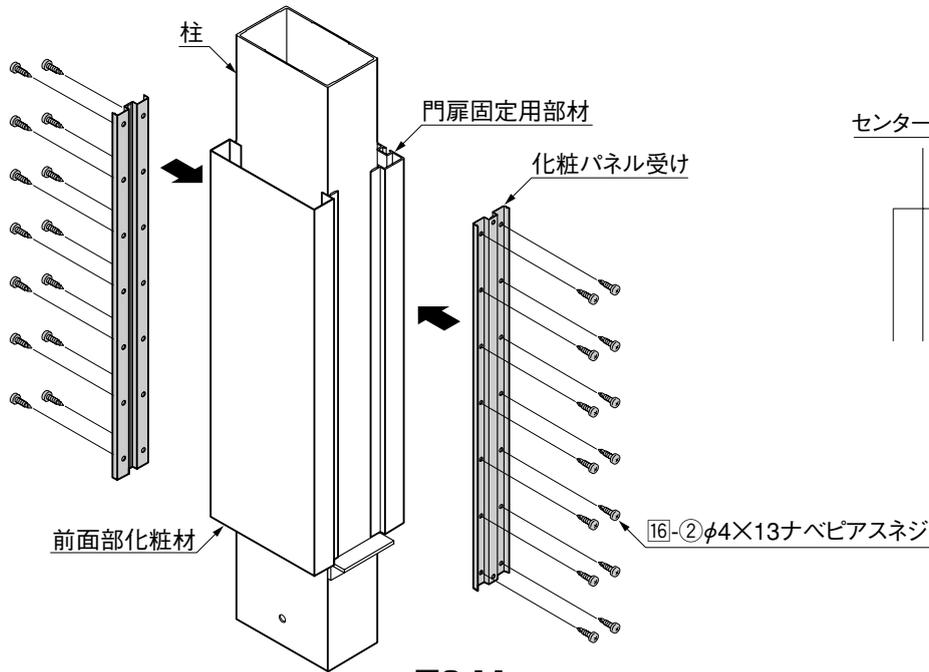

図2-11
- ⑤ 化粧パネル受けと柱のセンター線をあわせて、16-②で固定してください。(図2-11参照)